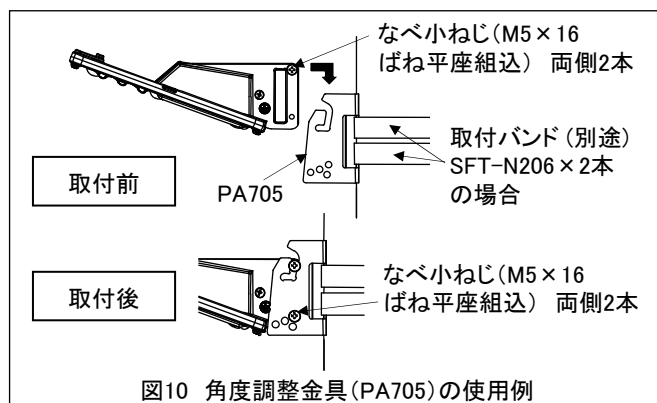

図10 角度調整金具(PA705)の使用例
- ①角度調整金具(PA705)の側面の角穴に取付バンド(別途・IBT-312×1本、又はSFT-N206×2本)を通し、柱に確実に固定してください。(図10取付前)
- ③照明器具の取付穴の上部(2か所)に付属のなべ小ねじ(M5×16ばね平座組込)をあらかじめ半分程度通しておきます。(図10取付前)
- ④③のなべ小ねじをPA705の上部取付穴に差込み、照明器具の取付穴とPA705下部の角度数字を確認し、穴位置を合わせたら、残りの付属のなべ小ねじ(M5×16ばね平座組込)2本を通します。(図10取付後)
- ⑤③、④のなべ小ねじ(M5×16ばね平座組込)計4本を確実に固定してください。